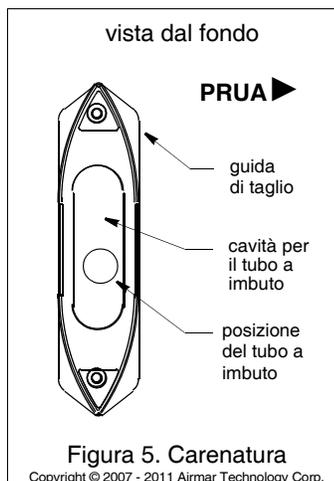

Figura 5. Carenatura
6. Controllate l'allineamento posizionando la carenatura contro lo scafo. **Verificate che la carenatura sia parallela alla mezzeria della barca** (chiglia) e che il tubo a imbuto sia posizionato a circa 2/3 verso il retro nella cavità (vedi Figura 5). Tenete la carenatura alle estremità e cercate di farla oscillare avanti e indietro. Sagomate la carenatura nel modo più preciso possibile utilizzando una raspa o un utensile elettrico finché cessa di oscillare.